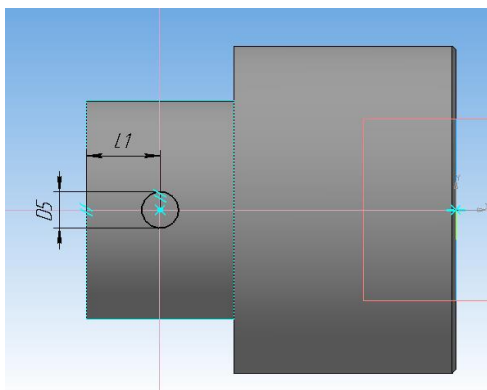

Рисунок 33.
17. По размерам **L1** и **D5** (рисунок 33) выполните эскиз окружности на осевой линии.